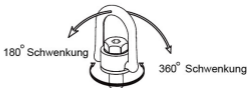

Abbildung 4
- Vergewissern Sie sich immer, dass die Öse frei beweglich ist. Die Öse sollte um 180 Grad schwenkbar und um 360 Grad drehbar sein (Abb. 4)